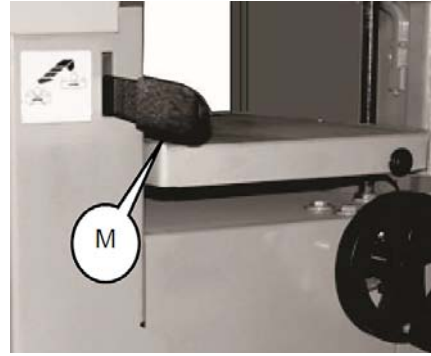

Fig.28: Palanca de avance
Paso 9: Presione la palanca (M, Fig.28) para iniciar la alimentación